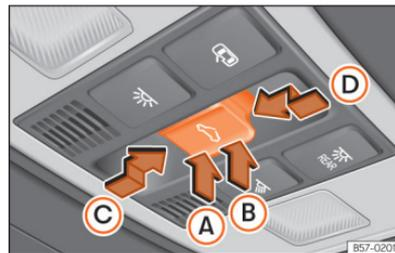

Abb. 82 Im Dachhimmel: Bedienelement für Panorama-Schiebedach.
Der Taster $\Leftarrow \ggg$ (Abb. 82) hat zwei Stufen.
- Innerhalb von etwa 5 Sekunden nach der Aktivierung des Einklemmschutzes, drücken Sie die Taste ⇐ »» (Abb. 82) bis zur zweiten Stufe in Pfeilrichtung ① bis das Dach vollständig schließt.